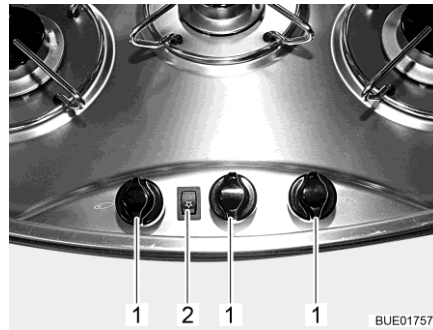
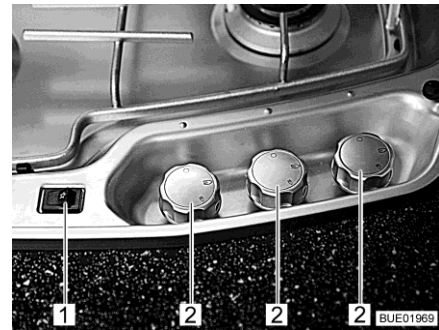

Bild 234 Bedienelemente für Gaskocher
Bild 235 Bedienelemente für Gaskocher (Alternative)
- Drehregler (Bild 234,1 bzw. Bild 235,2) der gewünschten Brennstelle drücken und auf Zündposition (große Flamme) drehen.
- Wippschalter (Bild 234,2 bzw. Bild 235,1) drücken. Am Brenner werden Zündfunken erzeugt.